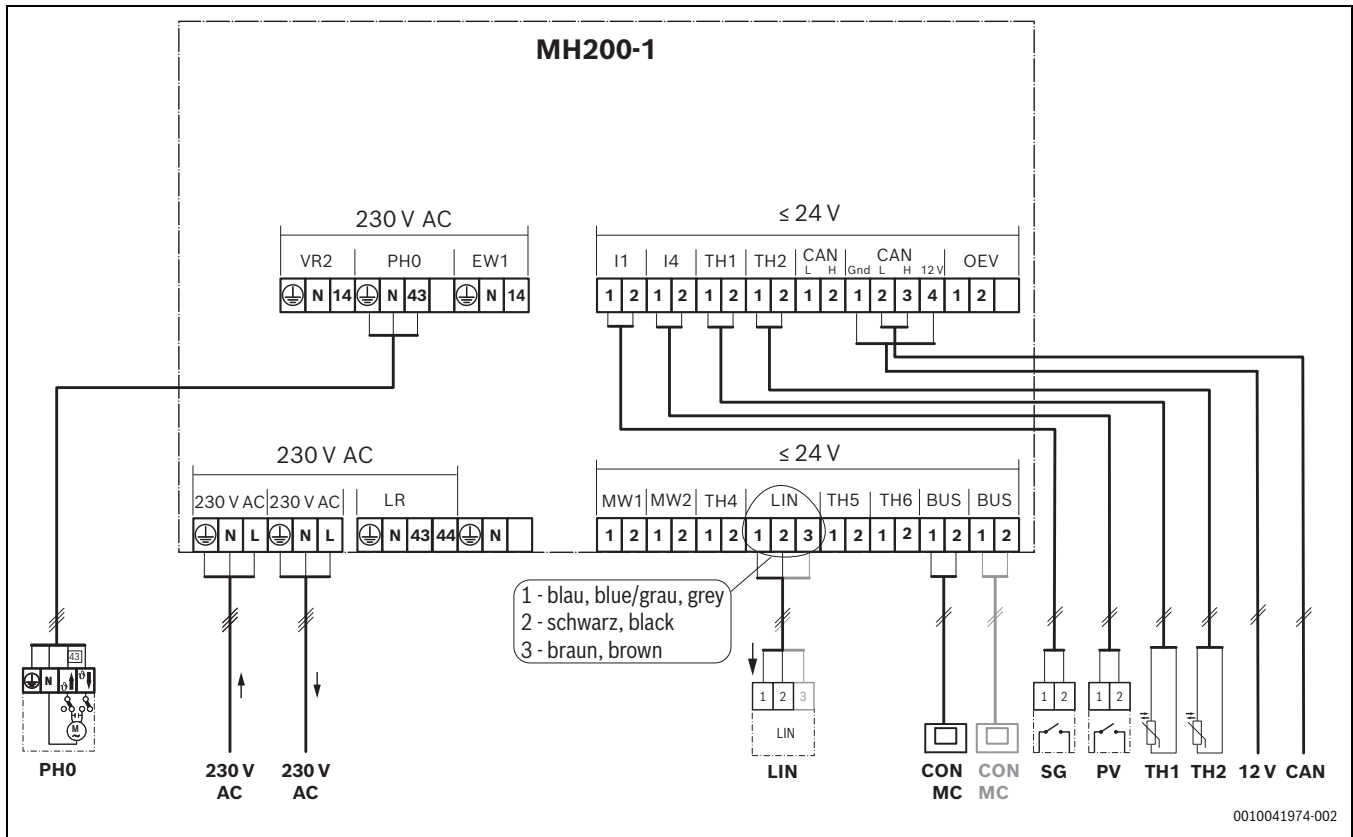

Bild 3 Überblick Anschlussklemmenbelegung
- ▶ Sicherstellen, dass die Kabel an den entsprechend markierten Anschlüssen des Moduls angeschlossen sind (→ Bild 3).